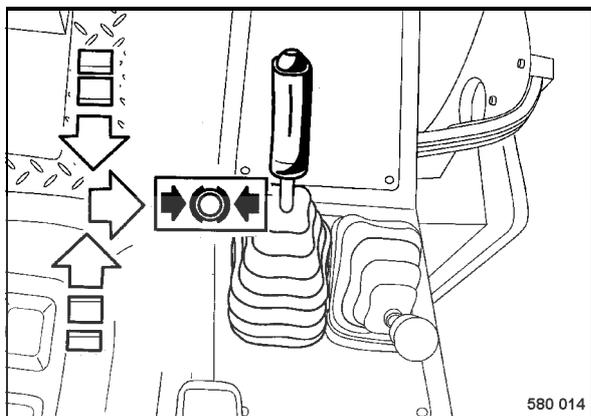

fig. 56
- Ramener lentement le levier de commande de marche (fig. 56) sur position "neutre" et enclencher celui-ci vers la droite en position de freinage.